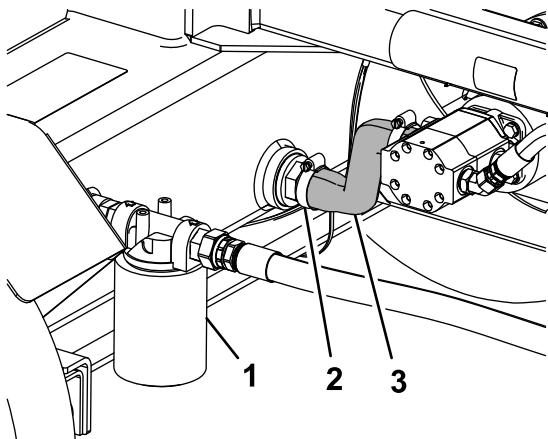

Figura 36
2. Placez un bac de vidange sous le flexible d'aspiration relié au réservoir (Figura 36).